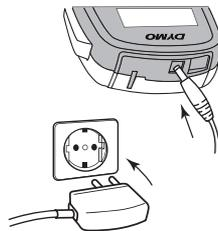

Ilustración 2
- 1 Enchufe el adaptador de carga al conector de alimentación situado en la parte superior de la rotuladora. Vea la Ilustración 2.